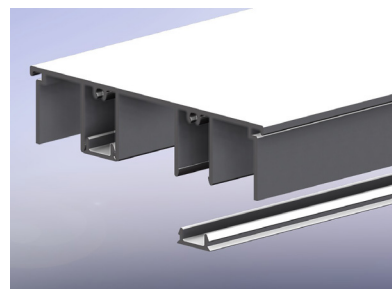

Figura 7
11. Luego, instale las cubiertas de los tornillos del cabezal del marco principal. Encaje a presión la cubierta de tornillos de un lado y, luego, deslícela hasta que sobrepase las aletas de la jamba. Haga lo mismo con el otro lado. Es posible que sea necesario arquear el material para ajustarlo firmemente. (Consulte la figura 7).